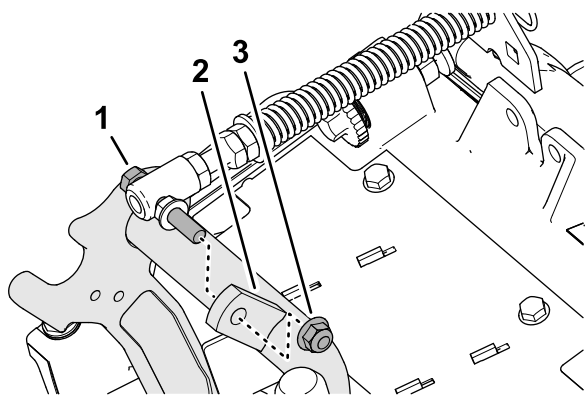

Рисунок 18
3. Отверните фланцевую контргайку (3/8 дюйма), которая крепит колпачковый винт пружины компенсации состояния грунта к правому выступу несущей рамы, и снимите пружину компенсации с режущего блока (Рисунок 18).